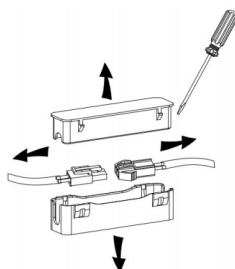

Рис. 2
- За допомогою прямої викрутки підніміть клемну коробку дроту, що підключає світильник, а потім від'єднайте клему цього дроту. Див. рис. 2.